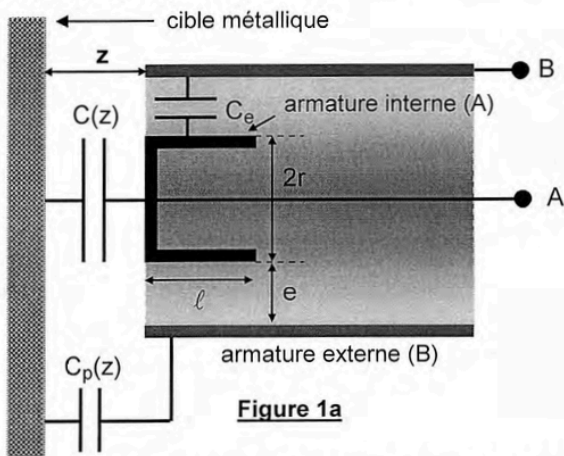

Figure 1a
Comme le montre la **figure 1a** ci-dessous, la tête de mesure de ce capteur est formée d'un conducteur cylindrique (A) et d'une enveloppe métallique coaxiale (B) réalisant un condensateur de capacité fixe C_e :